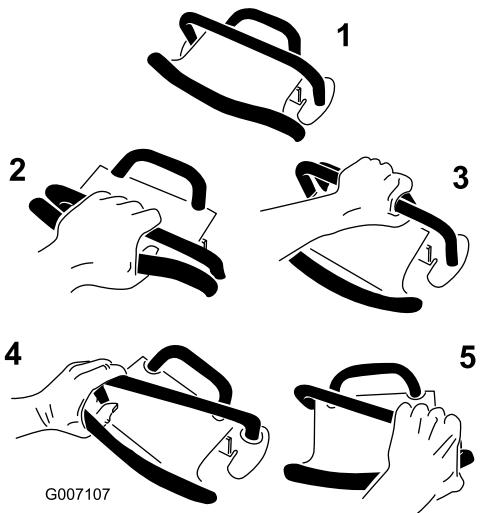

Figura 6
- Para conducir hacia adelante, mueva el control de tracción hacia adelante (número 2 en Figura 6).
- Para conducir hacia atrás, mueva el control de tracción hacia atrás (número 3 en Figura 6).
- Para girar, mueva el control de tracción en la dirección deseada (números 4 y 5 en Figura 6).
- Para detenerse, suelte el control de tracción (número 1 en Figura 6).